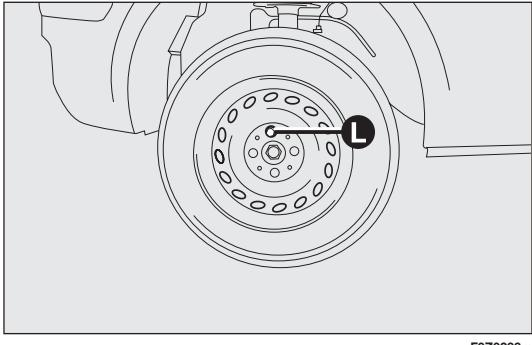

fig. 125
- togliere la coppa ruota (se presente) dopo aver svitato i tre bulloni che la fissano ed infine svitare il quarto bullone L-fig. 125 ed estrarre la ruota (per versioni con motorizzazione Multijet);